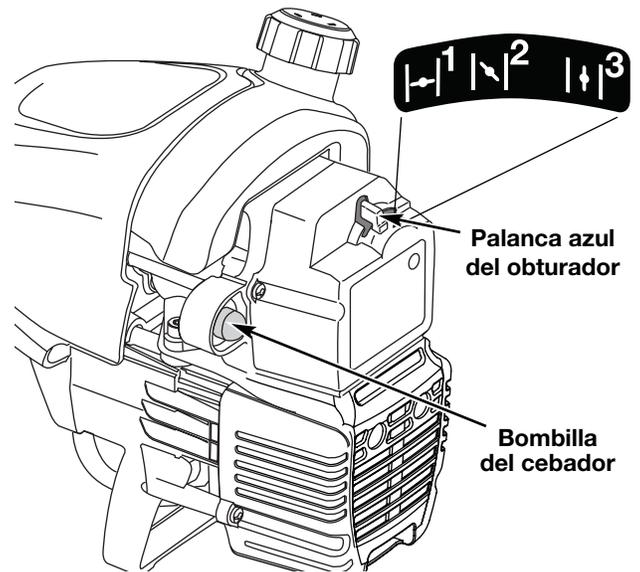

Fig. 7
8. Una vez que se haya calentado el motor, coloque la palanca azul del obturador en la **Posición 3** (Fig. 7). La unidad está lista para ser usada.
**SI...** el motor titubea, regrese la palanca del obturador a la **Posición 2** (Fig. 7) y siga calentándolo.